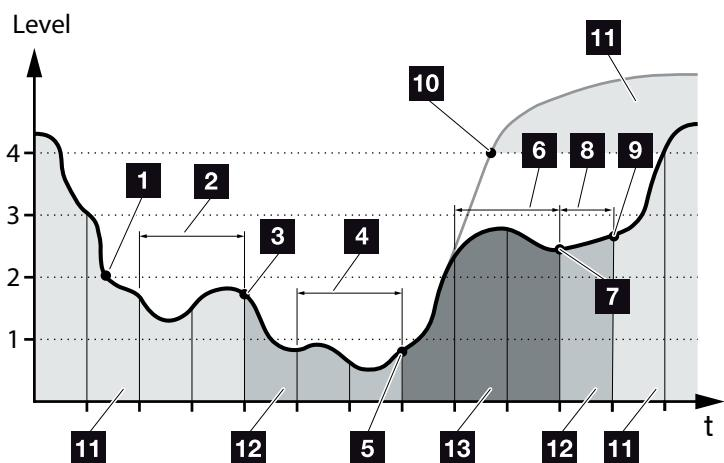

Fig. 55: Automatisk modus
I modsætning til "Automatisk" modus frakobles batteriet her, så snart solcelleenergien to dage i træk kommer under grænsen for niveau 1  **Fig. 55, pos. 5.**